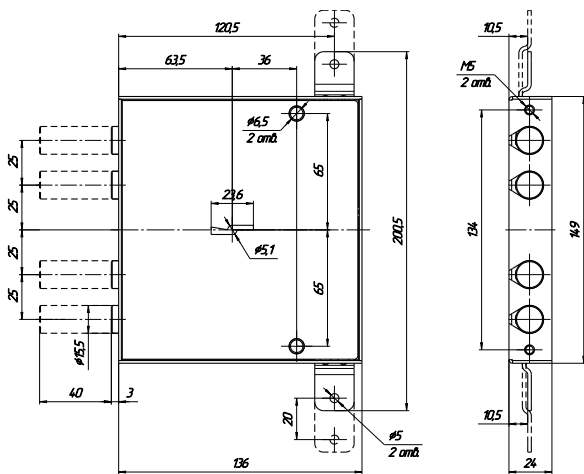

Рис.2
5.1. Произвести разметку и выполнить на полотне двери отверстия под пальцы засова, отверстие для ключа, а в дверной коробке – отверстия для пальцев засова (см. рис.2).